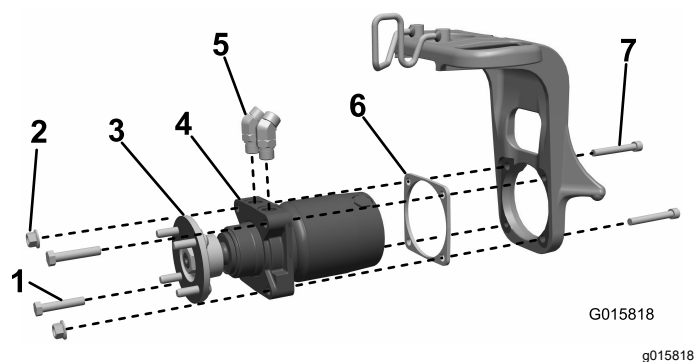

Figure 3
1. Posez les raccords hydrauliques à 45° dans le moteur de roue et orientez-les approximativement comme montré à la Figure 3. Ne serrez pas encore les raccords.
- **Modèles équipés de fourches pivotantes à 2 trous filetés et 2 trous traversants pour le montage du moteur de roue sur la fourche :** montez le moteur de roue, avec l'entretoise, sur la fourche pivotante (en plaçant l'entretoise entre le moteur et la fourche) et fixez-le en place avec 2 boulons à tête creuse ($\frac{1}{2}$ " x $3\frac{3}{4}$ "), 2 boulons ($\frac{1}{2}$ " x $2\frac{1}{2}$ ") et 2 contre-écrous (Figure 3).